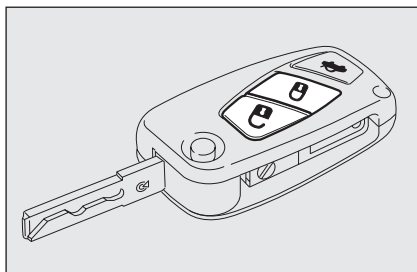
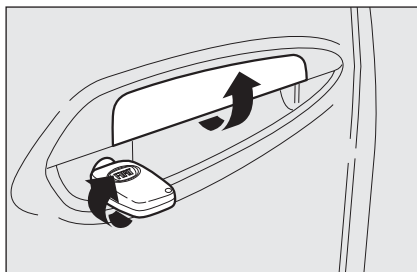
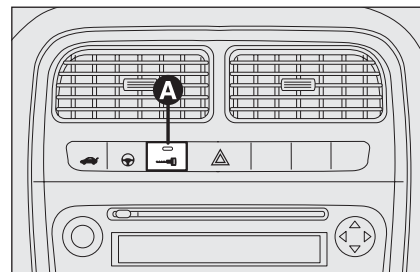

fig. 81
fig. 82
fig. 83
Con porte chiuse premere il pulsante  sul telecomando **fig. 81** oppure inserire e ruotare l'inserto metallico nella serratura della porta lato guida in senso orario **fig. 82**. L'avvenuto bloccaggio delle porte è segnalato dalla singolare accensione del led sul pulsante **A-fig. 83**. Il blocco delle porte viene attivato solo se tutte le porte sono chiuse. Se una o più porte sono aperte a seguito della pressione del pulsante  sul telecomando **fig. 81**, gli indicatori di direzione ed il led presente sul pulsante **A-fig. 83** lampeggiano velocemente per circa 3 secondi.
Se una o più porte sono invece aperte a seguito della rotazione dell'inserto metallico della chiave solo il led presente sul pulsante **A-fig. 83** lampeggia velocemente per circa 3 secondi. Se le porte sono chiuse ma il bagagliaio è aperto il blocco delle porte viene effettuato: gli indicatori di direzione (solo per blocco effettuato premendo il pulsante  **fig. 81**) ed il led presente sul pulsante **A-fig. 83** lampeggiano velocemente per circa 3 secondi.
Con funzione attiva è comunque possibile sbloccare le serrature delle altre porte, premendo il pulsante **A-fig. 83** posto sul mobiletto centrale.
Effettuando una doppia pressione rapida del pulsante  sul telecomando **fig. 81** si attiva il dispositivo dead lock (vedere paragrafo "Dispositivo dead lock").
Premere brevemente il pulsante  **fig. 81** per avere lo sblocco delle porte a distanza, l'accensione temporizzata delle plafoniere interne e doppia segnalazione luminosa degli indicatori di direzione oppure
inserire e ruotare l'inserto metallico nella serratura della porta lato guida in senso antiorario come illustrato in **fig. 82**.
Premere il pulsante **A-fig. 83** per bloccare/sbloccare tutte le porte. Il pulsante è dotato di un led che indica lo stato (porte bloccate o sbloccate) della vettura. Quando le porte sono bloccate il led sul pulsante è acceso ed una pressione del pulsante provoca lo sblocco centralizzato di tutte le porte e lo spegnimento della spia. Quando le porte sono sbloccate il led è spento ed una pressione del pulsante provoca il blocco centralizzato di tutte le porte. Il blocco porte viene attivato solo se tutte le porte sono correttamente chiuse.
non sarà possibile effettuare lo sblocco tramite il pulsante **A-fig. 83** ubicato tra i comandi su plancia.
- pulsante **A-fig. 83** di blocco/sblocco;
Il dispositivo si inserisce automaticamente su tutte le porte nel caso in cui si effettui una doppia pressione rapida sul pulsante **1** sulla chiave con telecomando **fig. 81**.
L'avvenuto inserimento del dispositivo è segnalato da 3 lampeggi degli indicatori di direzione e dal lampeggio del led ubicato sul pulsante **A-fig. 83** ubicato tra i comandi su plancia.